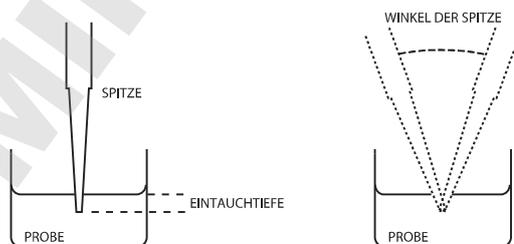

Abbildung 6: Eintauchtiefe und Eintauchwinkel einer Spitze
Siehe Abbildung 6 unten.
4. Achten Sie auf die Eintauchtiefe. Siehe Abbildung 6.